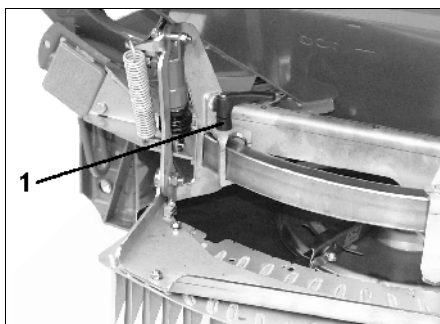

Fig. 40
- Hertil skal spændebolten (Fig. 40 /1) løsnes.